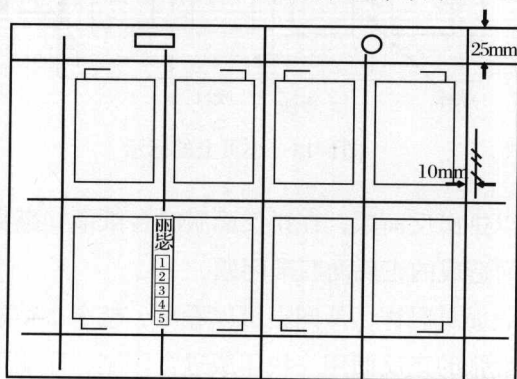

图1-11 拼版台纸示意图
(5) 画台纸
- ① 画咬口边的第一条毛尺寸线 (横), 具体位置由印刷机和印刷开料尺寸而定;
- ② 画垂直中线;
- ③ 画其余三条总毛尺寸线;
- ④ 画版心位置和页码位置;
- ⑤ 考虑折页规矩和印刷规矩一致, 胶印阳图PS版需反相拼版, 据折样画出侧规标记和帖标标记的位置, 在帖标位置附近再画出书名的位置, 如图1-11所示。